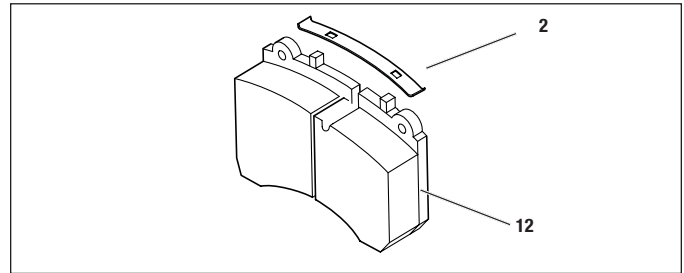

Figura 39 – Instalación del muelle de retención de pastillas
5.2.16 Instale los muelles de retención de la pastilla azul (2) en las pastillas de freno (12) insertando un extremo del muelle en la lengüeta en la parte superior de la pastilla de freno (consulte la figura 39). Con cuidado, aplique la fuerza suficiente para permitir que la segunda lengüeta se enganche por completo, y tenga cuidado de mantener los dedos, u otras partes del cuerpo, alejados del muelle mientras se asienta.